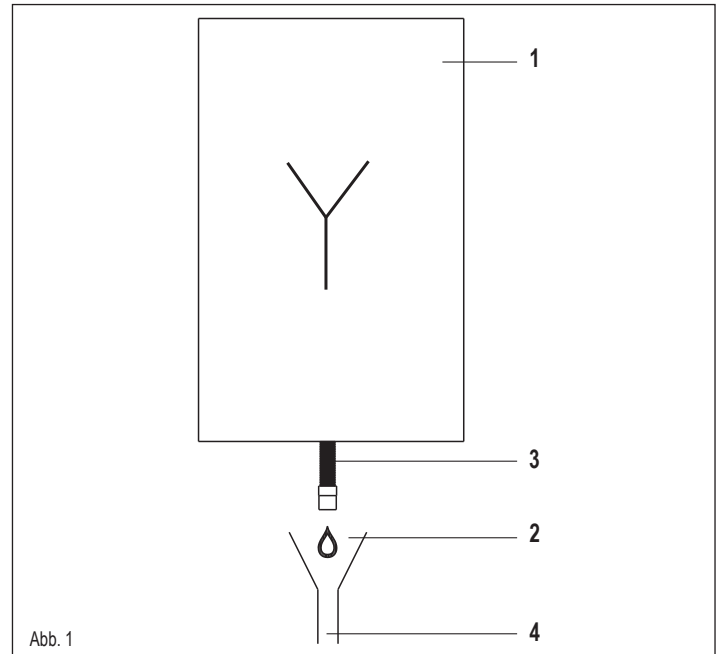

Abb. 1
Die Trennung muss derart sein, dass eine atmosphärische Verbindung zwischen dem Rohrrinneren des Kondensatabfuhrsystems und der Umgebung sichergestellt ist, um zu vermeiden, dass das nachgelagerte Abfuhrrohr des Produktes einen Über- oder Unterdruck in Bezug auf die Umgebung aufbauen kann. Abb. 1: Beispiel für eine Verbindung zwischen Kondensatabfuhrrohr (3) und Abfuhrsystem (4).